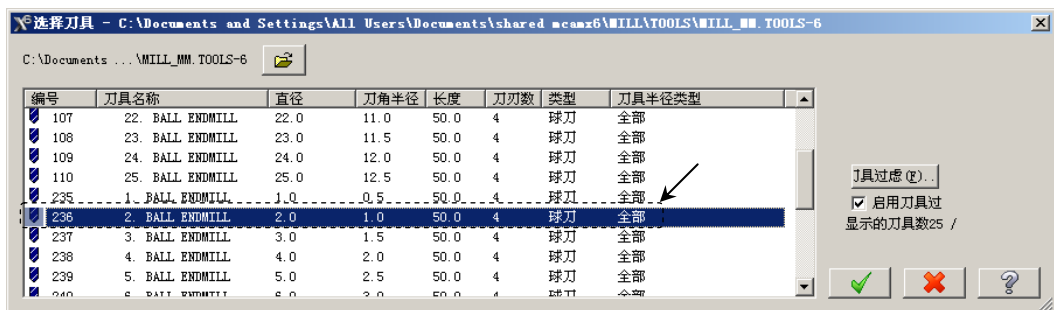

图 17.41 “选择刀具”对话框
Step4. 选择刀具。在“曲面精加工交线清角”对话框中，单击 **选择刀具...** 按钮，系统弹出“选择刀具”对话框，在该对话框的列表框中选择图 17.41 所示的刀具。单击  按钮，关闭“选择刀具”对话框，系统返回至“曲面精加工交线清角”对话框。